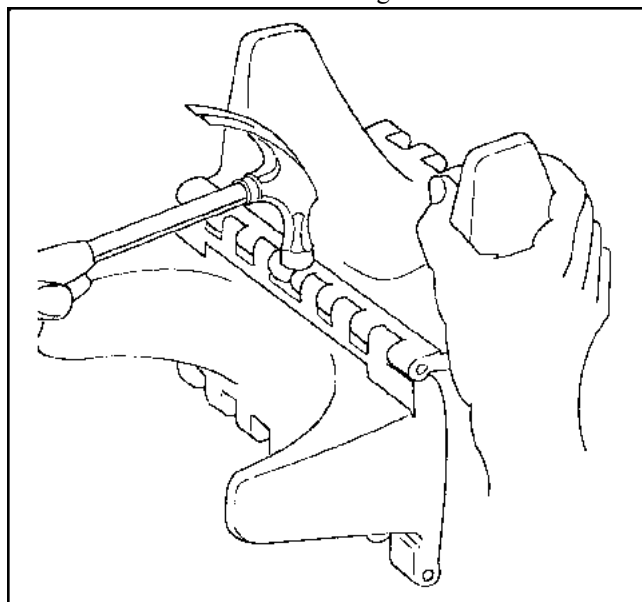
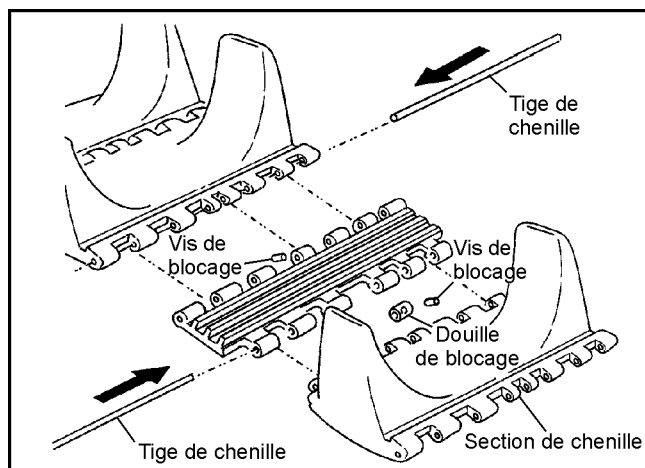

Figure 11-1. Assemblage de chenille
Figure 11-2. Assemblage de chenille
1. Joindre 2 segments de chenilles ensemble en alignant les orifices de 1/4 po. Voir la figure 11-1. Insérer une tige de chenille à travers les orifices en utilisant un marteau avec la douille de blocage en position comme illustré dans l'espace central prévu. Pour installer les tiges de chenilles qui retiennent les sections de chenille ensemble, alterner le sens de l'insertion des tiges à travers les orifices des sections de chenille. Voir la figure 11-2.